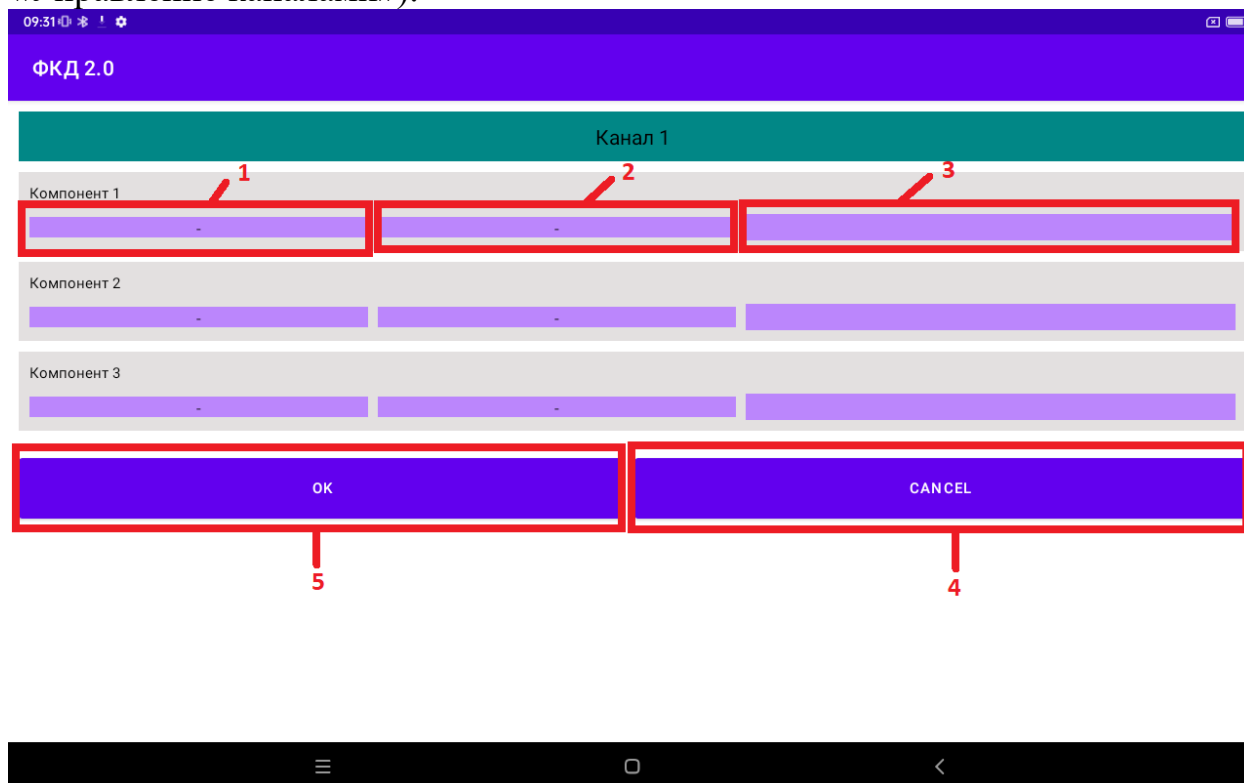

Рисунок 7.2.5 Панель конфигурации
7.3.8 При длительном нажатии (приблизительно 1 секунда) на кнопку с номером канала откроется панель конфигурации (Рисунок 7.2.5) Для компонента 1:
воспользовавшись клавиатурой для ввода (Рисунок 7.2.5 пункт 6).
7.3.10 Нажать кнопку «Применить» (Рисунок 7.2.5 пункт 5). Программа вернется на вкладку «Управление каналами».
7.3.11 Для отмены введенных значений нажать кнопку «Отмена» (Рисунок 7.2.5 пункт 4).